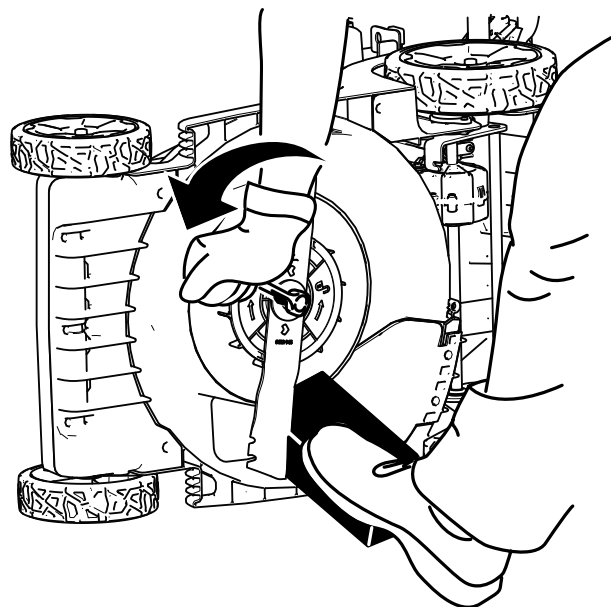

Figura 24
2. Folosii o bucată de lemn pentru a menține lama stabilă (Figura 24).
3. Îndepărtați urubul lamei, aiba i lama; păstrați aiba i urubul (Figura 24).